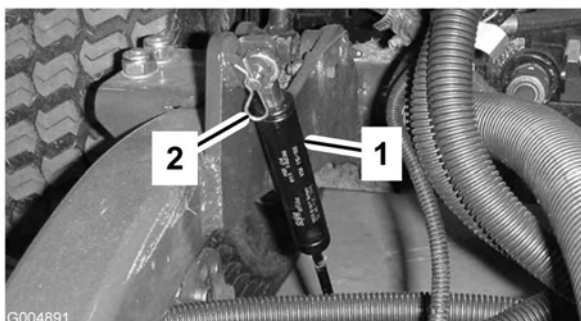

Figure 79
2. Retirez la goupille fendue qui fixe les amortisseurs aux bras de levage (Figure 79). Faites pivoter l'amortisseur vers le carter du plateau de coupe.